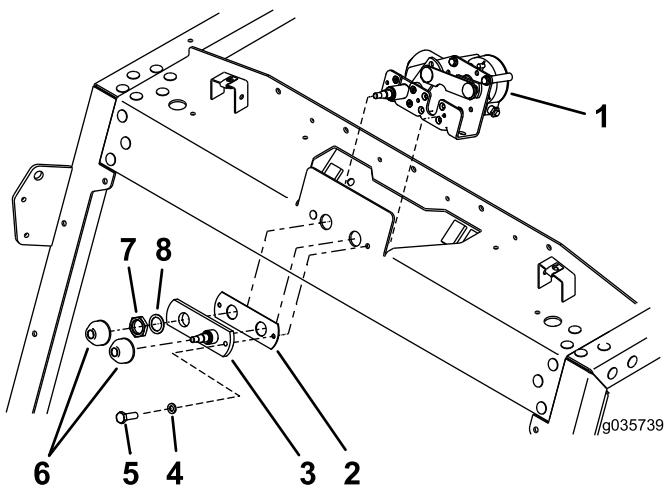

Figura 2
2. Rimuovete il bullone e la rondella di bloccaggio dal gruppo albero (Figura 2).
3. Rimuovete i tappi di plastica, il controdado, la rondella, il gruppo albero e la guarnizione dal motore del tergicristallo (Figura 2).
5. Spingete l'albero motore attraverso il foro superiore (Figura 2).
6. Montate la guarnizione e il gruppo albero con il bullone e la rondella di bloccaggio per fissare il motore in posizione (Figura 2).